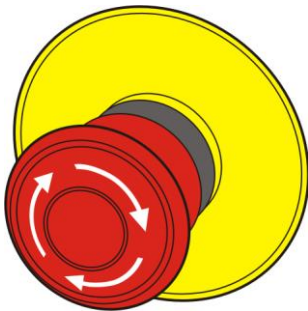

Abb. 33: Not-Aus-Taster
2. Not-Aus-Taster durch Drehen (Abb. 33) doppelt entriegeln.